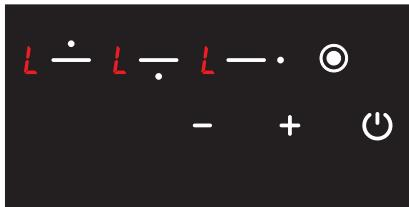

Рис. 20
1. Когда варочная панель включена и блокировка клавиатуры активна, будет отображаться на весь экран (см. Рис. 20). Если какая-либо из конфорок горячая, значки и будут показаны по очереди. Только кнопку можно использовать для включения и выключения варочной панели.